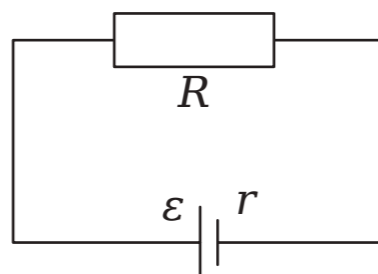

Рисунок 1.
**Полная цепь** – цепь, содержащая источник тока (источник ЭДС). Для наглядного примера возьмем самый простой вариант – цепь с одним источником тока и одним потребителем (рисунок 1):